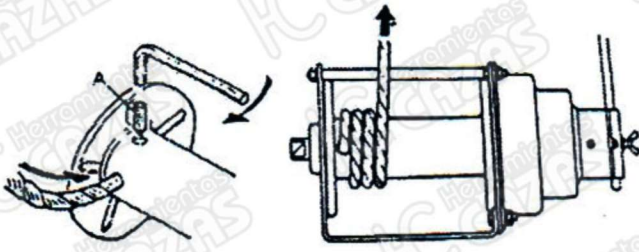

Fig. 3
a) Instalación del Cable para el restirador de 0.5T (ver Fig. 3)
- Aflojar el tornillo de retención o tornillo opresor (A) e inserte el extremo del cable en el ensamble del tambor como 57 mm de profundidad hasta que el extremo del cable tope.